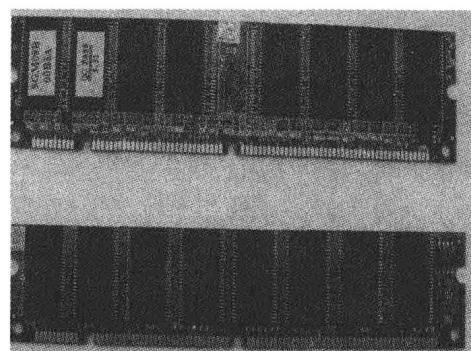

图 1-8 SDRAM 内存
(1) DIMM (双列直插内存模块) SDRAM 接口：SDRAM DIMM 为 168 引脚 DIM 结构，如图 1-8 所示。金手指每面有 84 个引脚，金手指上有两个卡口，用来避免插入接口时，错误将内存反向插入而导致内存烧毁。